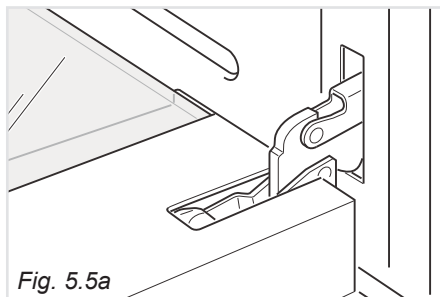

Fig. 5.5a
- Aprire completamente la porta del forno (fig. 5.5a).
- Sbloccare le cerniere della porta forno aprendola completamente e chiudendo le leve “A” delle cerniere destra e sinistra (fig. 5.5a).